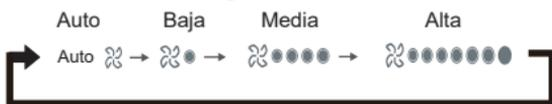

Imagen 3.8
2) 3 velocidades del ventilador: La velocidad del ventilador se ajustará tal como se muestra en la Imagen 3.8.